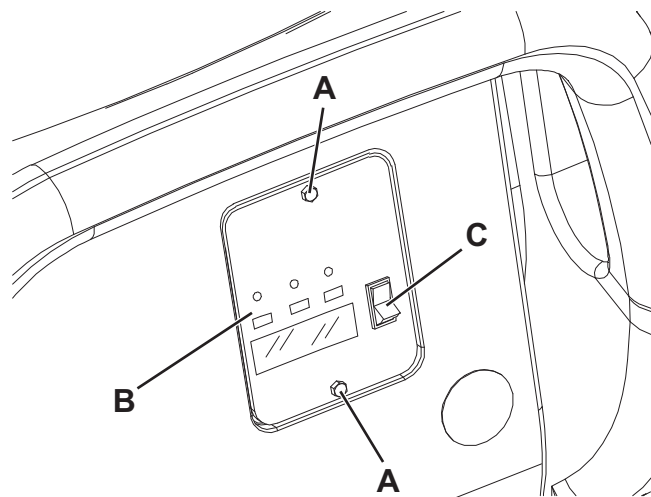

Figure 1
7. Déposer les vis (A, Fig. 1) de l'hublot de lecture des données du chargeur de batterie.
8. Déposer l'hublot (B).
9. Positionner le sélecteur (C) sur WET pour les batteries au plomb ou sur GEL / AGM pour les batteries au gel.
10. Installer l'hublot (B) et serrer les vis (A).